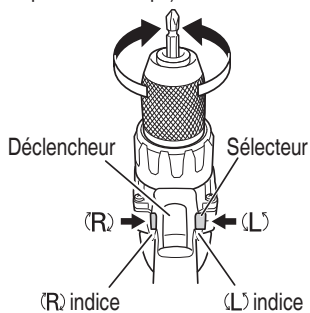

Fig. 11
4. Vérifiez la direction de rotation. La mèche tourne dans le sens horaire (vu de l'arrière) quand on appuie sur côté-R du sélecteur. En appuyant sur le côté-L du sélecteur la mèche tourne dans le sens anti-horaire (Voir Fig. 11). (Les repères (L) et (R) sont marqués sur le corps).